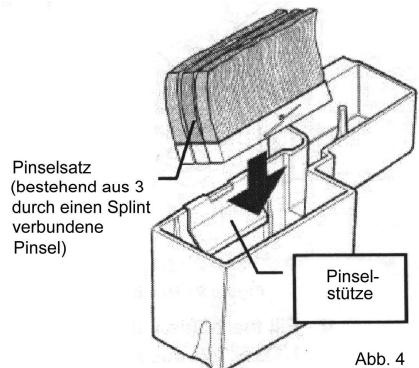

Abb. 4
- Borstelset in het waterreservoir plaatsen. Daarbij moet de kortste van de 3 borstels voor de borstelsteun worden geplaatst (zie afb. 4).